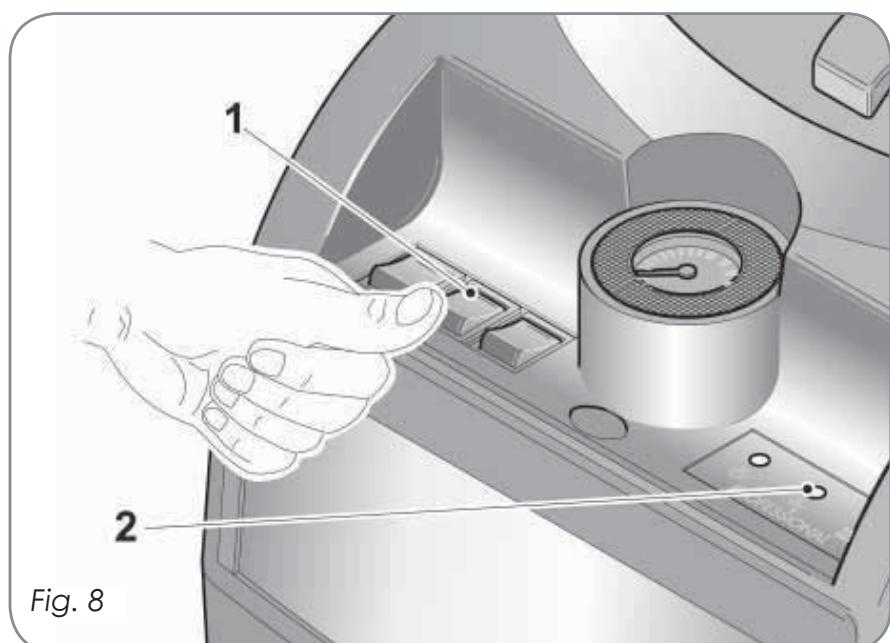

Fig. 8
Allumer l'interrupteur chaudière (pos. 1 fig. 8); le témoin vert d'indication de la pression de la vapeur clignotera pendant le temps nécessaire pour atteindre la pression maximum, après quoi il se stabilisera restant toujours allumé.